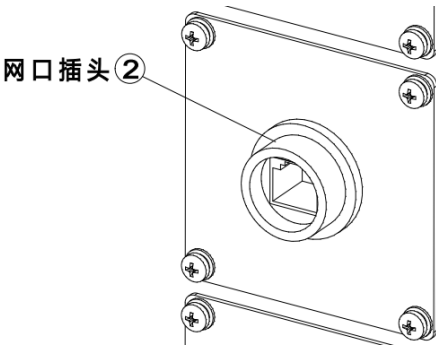

图 12-5 网口插头
步骤2. 把②网口插头（参考图 12-5）安装在网口插头安装板上。